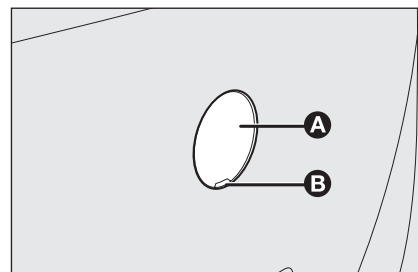

fig. 46
Para no dañar el tapón **A-fig. 46**, proceda como sigue:
- ☐ introduzca el destornillador en la ranura **B-fig. 46** del tapón;